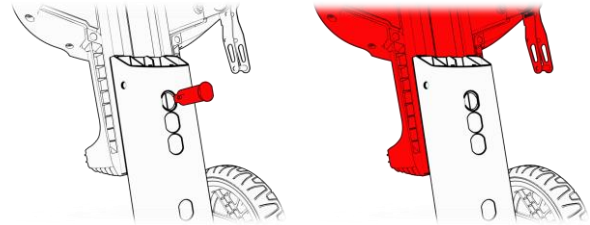

Figure 25 Seat height adjustment holes
sich in einem der vier Einstelllöcher befindet) zu entfernen. Halten Sie den Sitz weiterhin in seiner Position! Entfernen Sie den Stift, während Sie den Sitz mit der anderen Hand festhalten (siehe Abbildung 25, Schritt 3).
3. Jetzt können Sie die Sitzhöhe auf eines der vier Löcher einstellen und den Stift wieder einsetzen, um ihn zu fixieren (siehe Abbildung 25, Schritt 4).